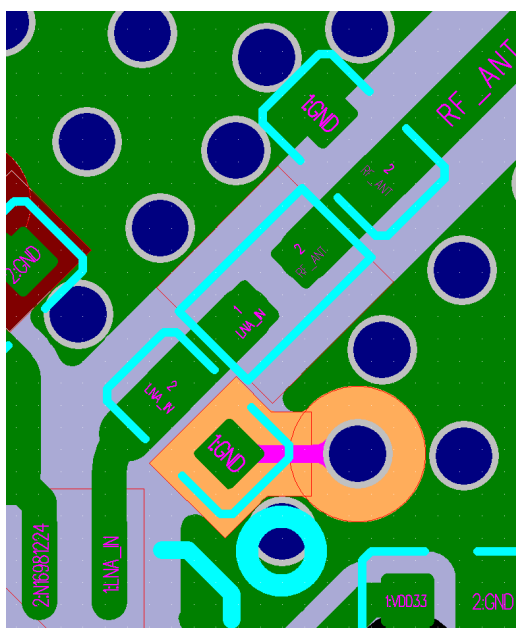

图 22: ESP32-C6 系列芯片四层板射频短截线设计
- π 型 CLC 匹配网络中靠近芯片侧对地电容的 GND 焊盘与地之间建议增加短截线，可有效抑制二次谐波。短截线的长度建议为 15 mil，线宽根据 PCB 叠层结构进行确定，确保短截线的特征阻抗为 $100\ \Omega \pm 10\%$ 。此外，短截线地孔与第三层相连，第一、二层做 keep-out 隔离处理。图 22 中的高亮走线即为短截线。当 π 型匹配网络元器件封装为 0201 以上时，则无需做短截线处理。